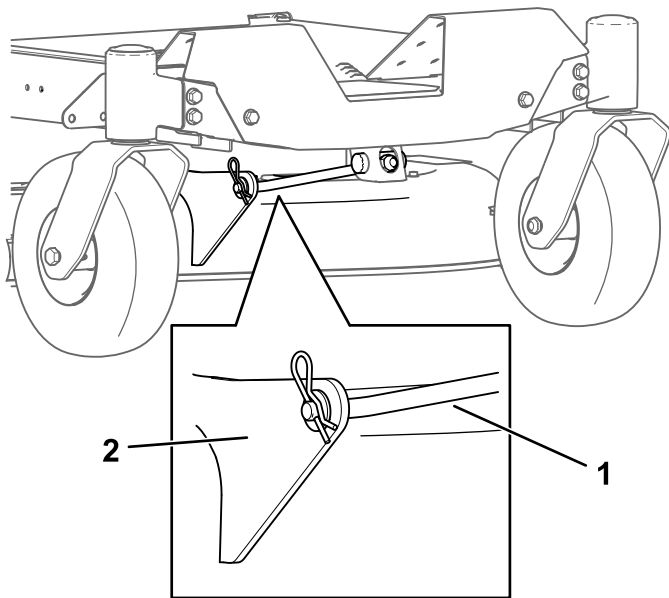

Figura 64
- Retire la chaveta de la varilla de soporte delantera y retire la varilla del soporte de la carcasa (Figura 64).
8. Conecte la varilla de soporte delantera a la carcasa de corte con el pasador y la chaveta (Figura 64).